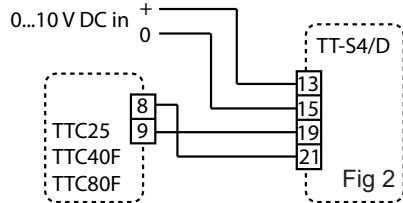

Fig 2
- Bild 2: Anschluss eines TTC25/TTC40F/TTC80F und 0...10 V DC Steuersignals über externe Quelle.